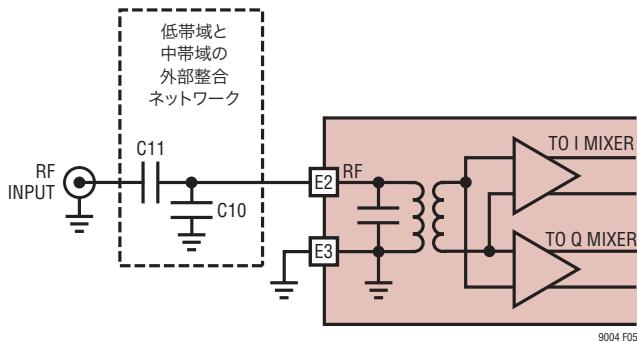
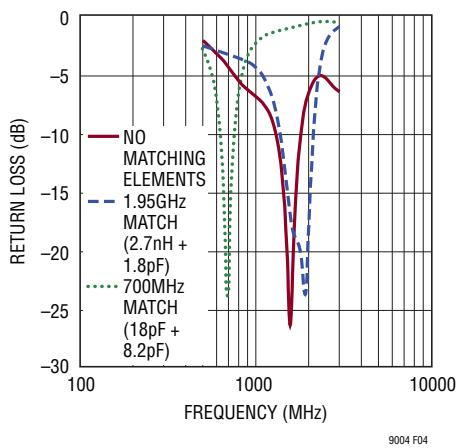

図3. RF入力のインターフェース
図4. RFポートのリターン損失と周波数
**RF(ピンE2)**：RF入力ピン。これは50Ωで終端されたシングルエンド入力です。高周波数帯域のための外部整合ネットワークは不要です。700MHz～1.5GHzの低周波数帯域では50Ωへのインピーダンス変換のために、外部直列コンデンサ(およびシャント・コンデンサ)が必要になることがあります(図4を参照)。RFソースがDCブロックされていない場合、直列にブロッキング・コンデンサを使います。そうでないと、デバイスが損傷を受けるおそれがあります。
内蔵トランスと高直線性トランスコンダクタンス・アンプによって構成されている、ミキサのRF入力を図3に示します。トランスの1次側はRF入力ピンに接続されています。トランスの2次側はトランスコンダクタンス・アンプの差動入力に接続されています。いかなる場合にも、RF入力ピンにDC電圧を印加してはいけません。トランスの1次側に流れ込むDC電流は内蔵トランスに損傷を与える可能性があります。直列ブロッキング・コンデンサを使ってRF入力ポートをRF信号源にAC結合します。
は、図3に示されている整合ネットワークにより、入力リターン損失が改善されます。図4に示されているように、所期の周波数で入力の最適インピーダンス整合を得るために、シャント・コンデンサC10と直列コンデンサC11を選択することができます。低い周波数帯域の動作では、外部整合部品C11が直列DCブロッキング・コンデンサとして機能することができます。